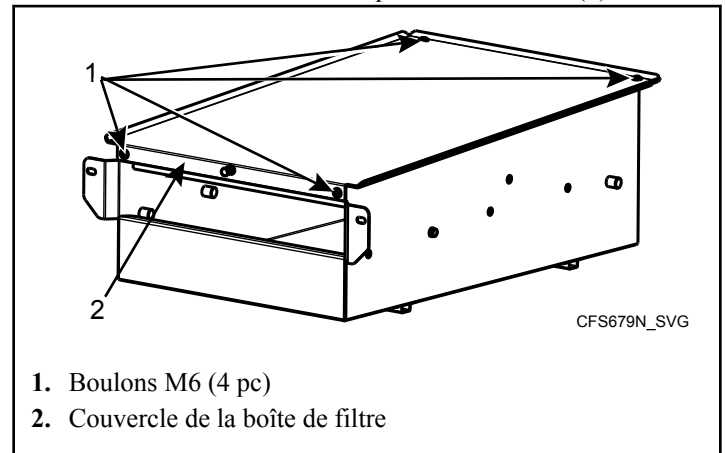

Figure 57
6. Nettoyer la boîte. Voir *Figure 57*. Le couvercle de la boîte (2) est aussi amovible à l'aide de quatre boulons M6 (1).